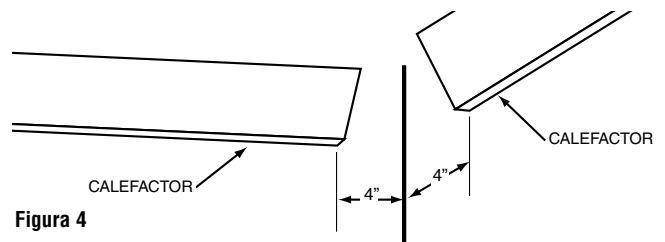

Figura 4
7. Deben mantenerse los espacios libres mínimos siguientes (vea la Figura 1 y la Figura 4):
Los calefactores deben ubicarse de modo que los extremos de cada uno se encuentren a 4 pulgadas (102 mm) de la pared lateral. Vea la Figura 4.